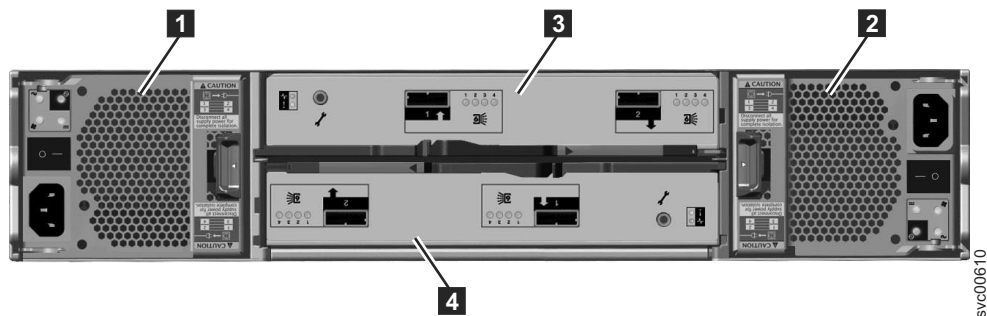

Figura 6. Vista Posterior de um Gabinete de Expansão Modelo 2076-212 ou Modelo 2076-224
O Figura 6 mostra a vista posterior de um gabinete de expansão e identifica o local das unidades de fonte de alimentação e das caixas. As portas e seu uso são descritos posteriormente nesta seção.
- Duas caixas são instaladas no meio do gabinete. Cada caixa é conhecida como uma caixa de expansão. A caixa superior, conforme mostrado na Figura 6, é a caixa **3**, e a caixa inferior é a caixa **4**. A caixa 3 está com o lado superior para cima e a caixa 4 está invertida, com o lado superior para baixo.